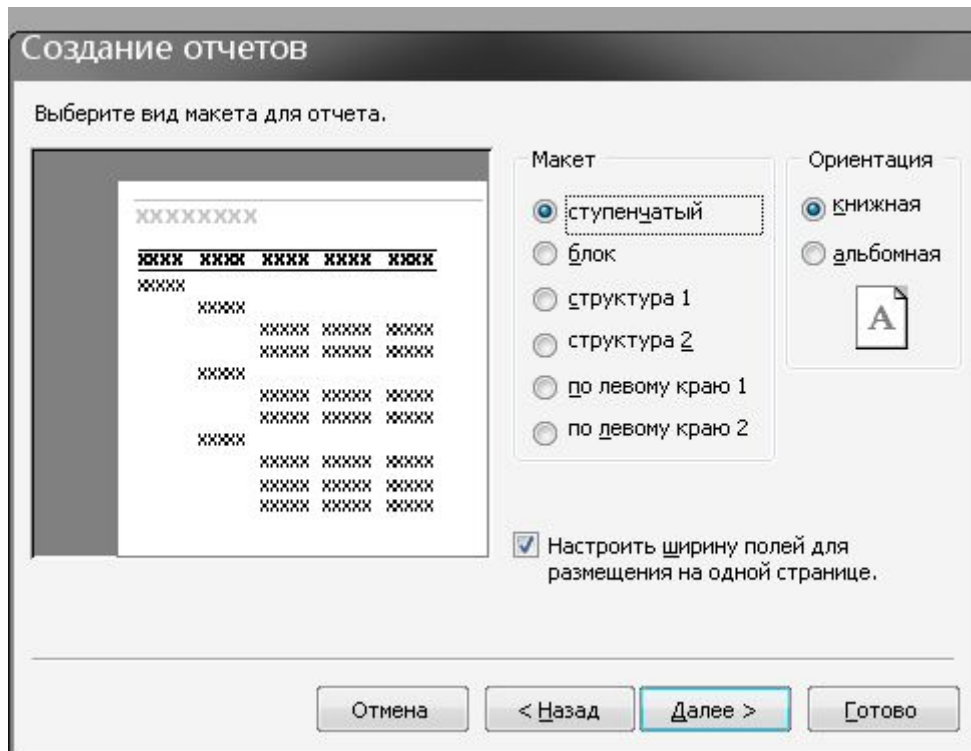

Рис. 2.25
7. З'явиться вікно (рис. 2.25), у якому необхідно вибрати вид макета для звіту, а потім клацнути по кнопці **Далее**.